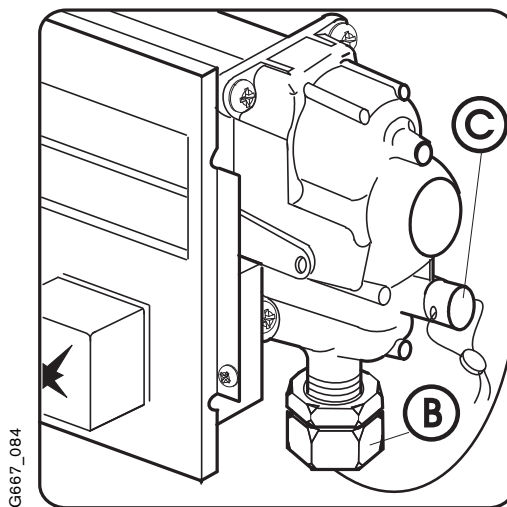

Figura 6
6. Tirar a tampa sobre o parafuso de ajuste C (figura 6). Ajustar o parafuso C para a pressão dos injectores (mbar), indicada no esquema da página 8. Se não se atingir a pressão dos injectores, controlar a pressão de fluxo da ligação conforme II.9.